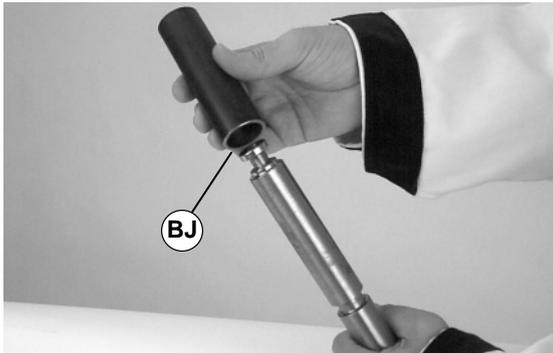

Abbildung 43
3. Die Werkzeughülse (Teilnr. 450282) (BJ siehe Abbildung 43) über das Lager schieben.